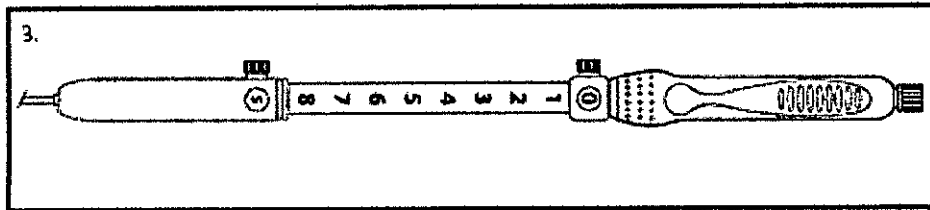

Figura 3
2. Introduzca la aguja de ecografía en el canal de accesorios y haga avanzar el dispositivo poco a poco hasta que la conexión Luer Lock de la base del ajustador deslizante de la vaina entre en contacto con la conexión del canal de accesorios (Vea la figura 3)